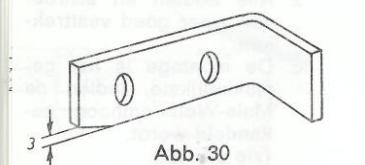

Abb. 30
3. Wird die Gegenschneide Abb. 30, nachgeschliffen, so muß unbedingt der Anschliff (3 mm) erhalten bleiben.
3. If the counterblade (Fig. 30) is reground, the bevel (3mm) must be maintained in order to prevent blades chattering.
3. Lors de l'affutage de la contre-lame (fig. 30), ne pas manquer de conserver le chanfrein d'entrée (3 mm). Ce chanfrein interdit l'accrochage des couteaux.
3. Indien de tegensnede afb. 30 geslepen wordt, dient men in ieder geval op de schuin aangeslepen kant van 3 mm te letten. Hierdoor wordt vermeden, dat de messen aanstoten.